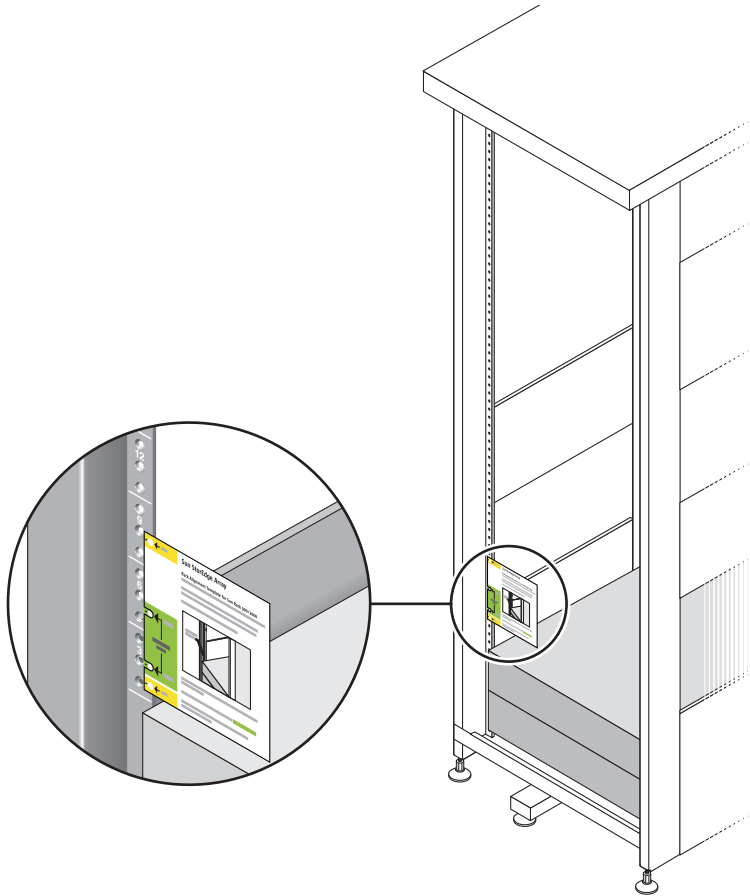

FIGURE 2-3 Positionnement du calibre d'alignement du rack
2. Repérez les trous de montage adéquats en plaçant le calibre d'alignement du rack de l'armoire Sun Rack 900/1000 sur le rail gauche avant de l'armoire (FIGURE 2-3).